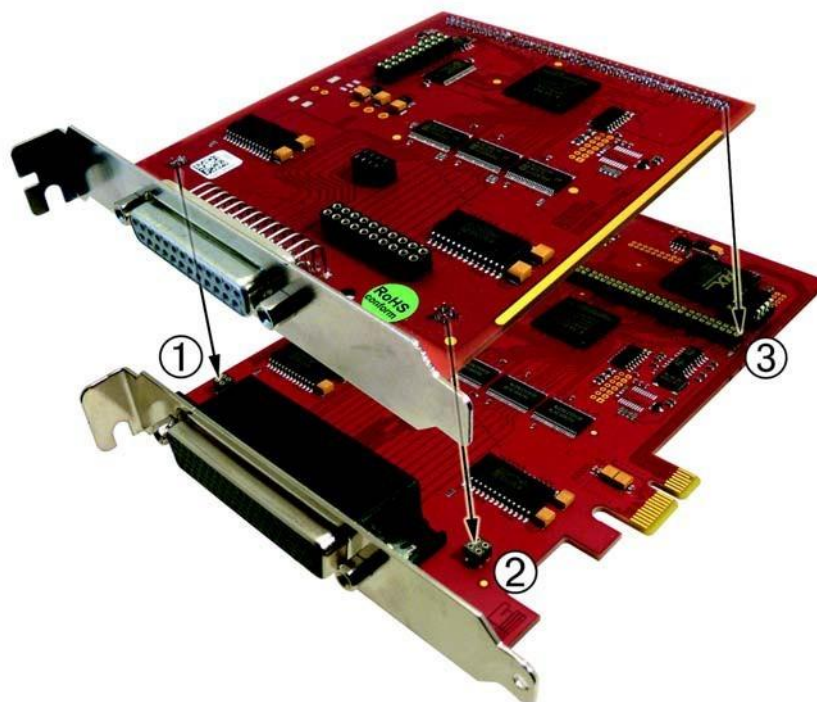

Abbildung 1: Montage der Aufsteckkarte
3. Stecken Sie die Aufsteckkarte vorsichtig und mit wenig Druck auf die dafür vorgesehenen Stiftstecker (siehe Abb. 1, Position 1, 2 und 3). Vergewissern Sie sich, dass die Karte vollständig aufgesteckt ist.